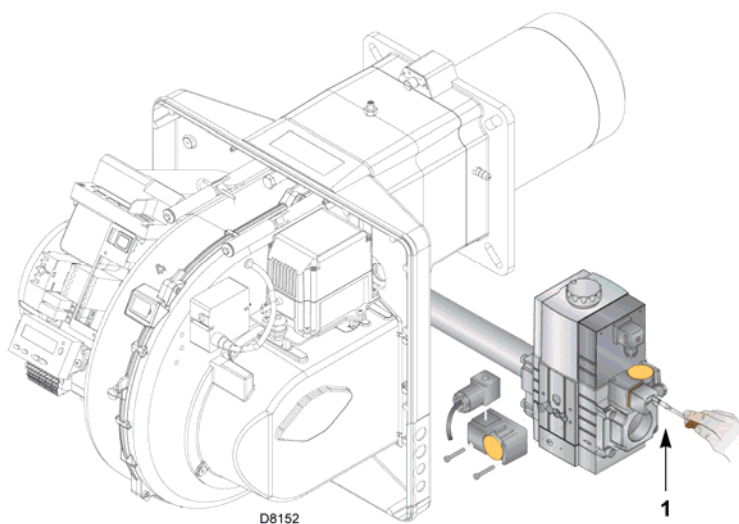

Рис. 27
- Проверьте давление питания газа, присоединив манометр к штуцеру давления (1) (рис. 27) на реле минимального давления газа: оно должно быть ниже, чем максимально допустимое давление на входе газовой рампы, указанное на шильдике с техническими характеристиками.
- Выпустите воздух из трубопровода газовой рампы, присоединив пластиковую трубку к штуцеру давления (1) (рис. 27) на реле минимального давления газа.